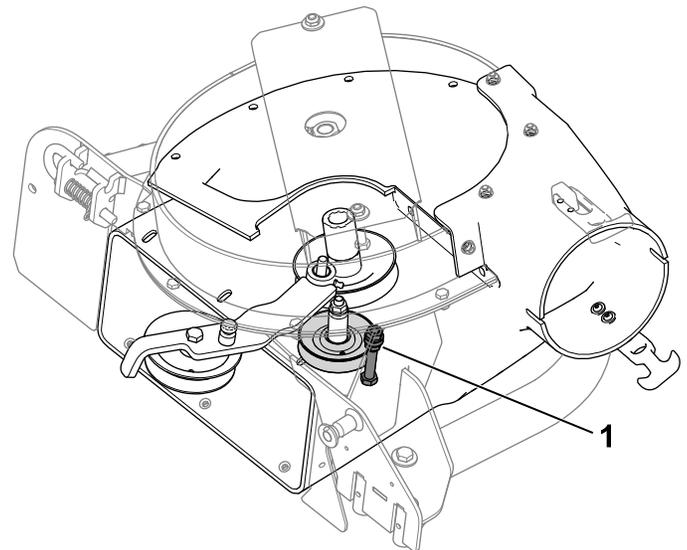

Figura 36
2. Afloje o retire el pasador de la guía (Figura 36).